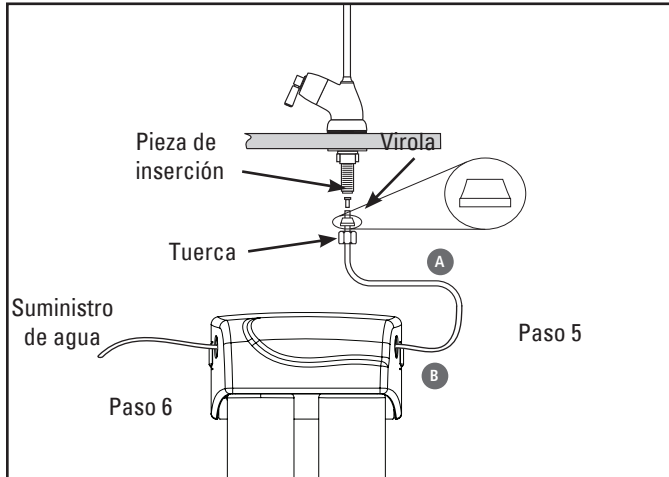

Figura 15
- B) Marque el otro extremo de la tubería. Use un rotulador y marque a 5/8 pulgadas del extremo. Humedezca el extremo del tubo. Inserte el extremo en el cuello blanco, de manera que se adapte a la salida (lado derecho) del sistema. El tubo debe ir hacia arriba hasta la marca (Figura 15)
- B) Marque el otro extremo del tubo. Con un marcador, haga una marca a 5/8" del extremo. Humedezca el extremo del tubo. Inserte el extremo en el empalme con abrazadera blanca ubicado en el lateral de entrada (izquierda) del sistema. Los tubos deben entrar hasta la marca (Figura 15).